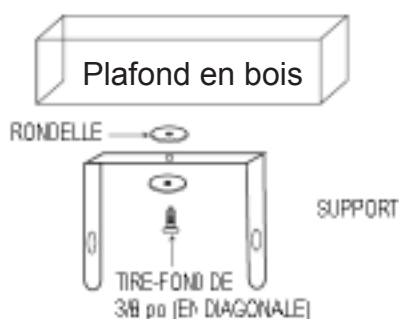

Figure 4a. Installation avec une vis
Consultez les figures 4a et 4b.
REMARQUE: Si vous prévoyez pivoter le radiateur vers la gauche ou la droite, il est recommandé d'ajouter des rondelles de chaque côté du support. Un tire-fond plus long peut être nécessaire pour fixer correctement le radiateur. Voir la figure 4a.
1. Si le radiateur a été fixé avec un seul tire-fond, comme illustré à la figure 4a, il est possible de le tourner horizontalement au besoin. Par contre, s'il a été installé avec deux tire-fonds, il ne peut être tourné de cette manière.
1. Pour tourner l'appareil quand il a été installé avec un seul tire-fond (comme indiqué à la figure 4a), tournez simplement le radiateur entier comme nécessaire. L'appareil ne peut être tourné horizontalement s'il a été installé avec deux tire-fonds.